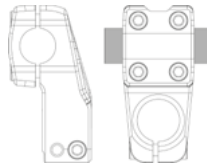

Abb. 10
- Stellen Sie durch Sichtprüfung fest, um welche Variante es sich bei Ihrem Modell handelt (vgl. Abb 9 und Abb. 10).